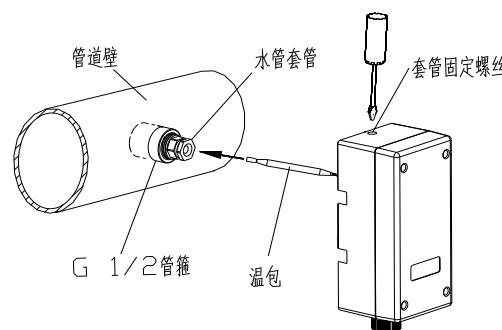

图 4
3. 水管型安装：见图 4，配合使用管箍安装(包装盒内含管箍)。首先把管箍与管道密封焊接(管道开孔建议尺寸 $\Phi 27.5\text{mm}$)，再把套管装入管箍并保证密封。将感温包装入套管底部，把控制器与套管卡入装配，拧紧套管固定螺丝固定紧控制器。整个安装过程中，应确保管箍与管道焊接密封，套管与管箍的装配密封。